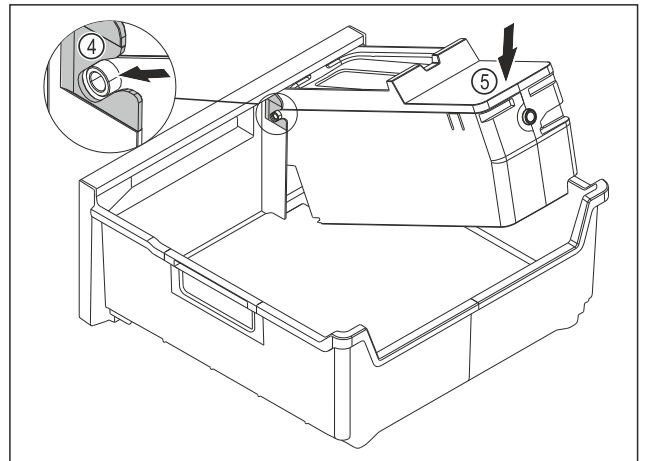

Fig. 91
- ▶ Montar el cuerpo del EasyTwist-Ice: Introducir los ejes del cuerpo del EasyTwist-Ice en las guías Fig. 91 (4).
- ▶ Presionar el cuerpo del EasyTwist-Ice Fig. 91 (5) hacia abajo por detrás.